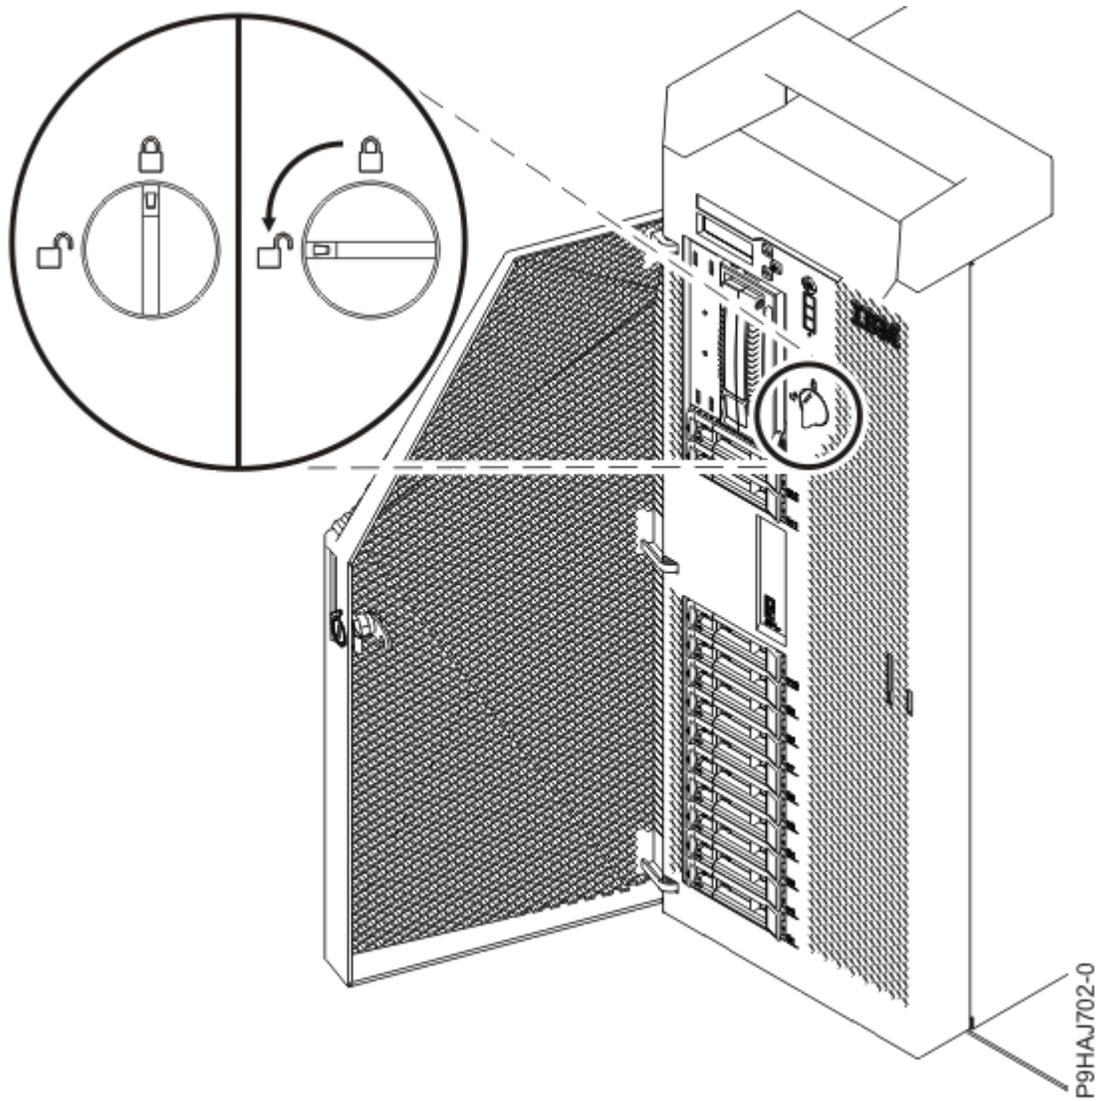

Figura 7. Apertura del pestillo de la cubierta frontal
- c) Gire el pestillo de la cubierta hacia la izquierda (en sentido contrario a las agujas del reloj) para desbloquear la cubierta, tal como se muestra en la Figura 7 en la página 9. En posición vertical está bloqueada, en posición horizontal está desbloqueada.